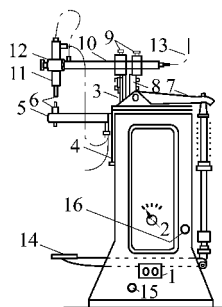

图 8-24 一般点焊机结构
(1) 点焊机 种类很多,外形不一,但其组成一般包括焊接变压器,焊接电流的调节装置,焊接电极装置,控制装置及水冷装置等部分,如图 8-24 所示。